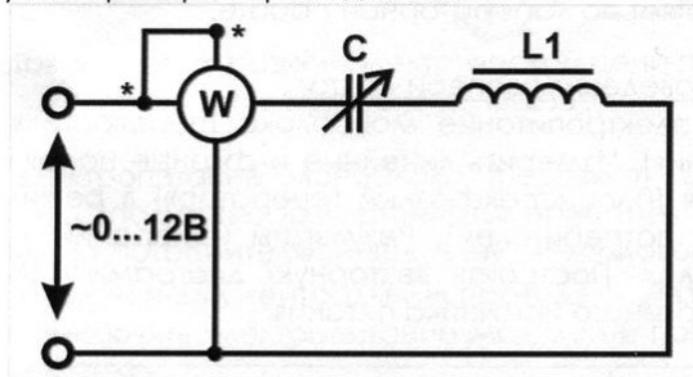

Рис. 3.2 Исследование нелинейной цепи переменного тока.
3.5 Собрать электрическую цепь с последовательным соединением катушки с ферромагнитным сердечником L1 и конденсатора С (рис. 3.2). Представить схему для проверки преподавателю.